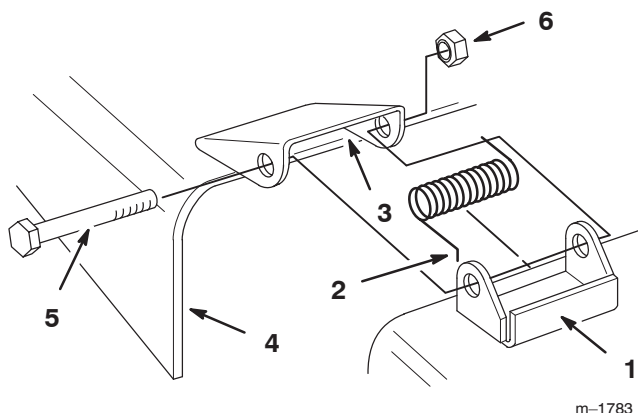

Figure 48
1. Enlevez le contre-écrou, le boulon et le ressort qui fixent le déflecteur aux supports du plateau de coupe (Fig. 48). Enlevez le déflecteur s'il est endommagé ou usé.
2. Placez les ressorts dans les supports du plateau de coupe, avec les extrémités crochues engagées sur la partie arrière surélevée (Fig. 48).
3. Placez le déflecteur en face des trous des supports, et les extrémités droites des ressorts dans l'espace sous la charnière et au-dessus du déflecteur (Fig. 48).